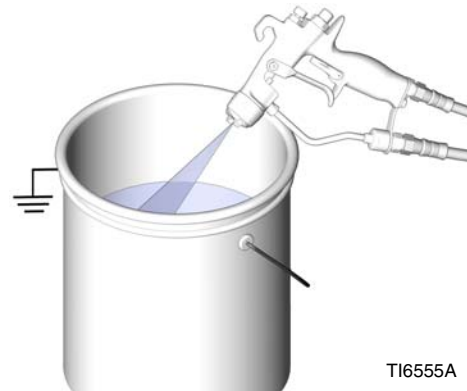

FIG. 11
5. Tenez fermement la partie métallique du pistolet contre les parois d'un seau métallique relié à la terre. Actionnez le pistolet pour libérer la pression. Voir FIG. 11.